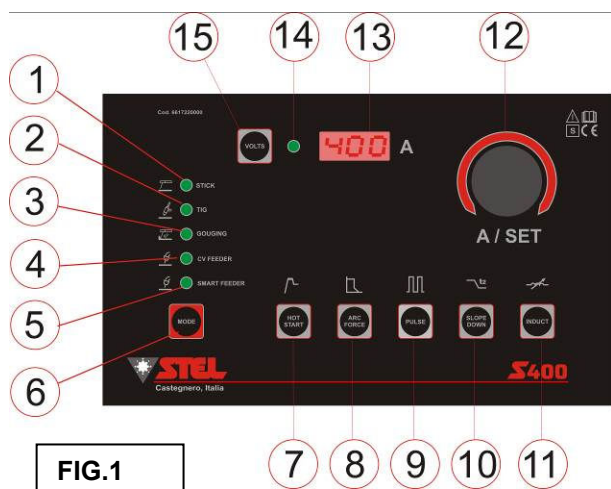

FIG.1
- 5) Premere il pulsante **MODE** (rif.6) fino a selezionare la modalità **ELETTRODO**, indicata dall'accensione del rispettivo LED (Fig1,rif.1);
- 6) Impostare la corrente di saldatura con l'encoder di regolazione A/SET (Fig1,rif.12);
Premendo il pulsante **Hot start** (Fig1,rif.7) appare nel display la scritta **Hs** e ruotando l'encoder **A/SET** (Fig1,rif.12) è possibile regolare il valore di Hot start.
Premendo il pulsante **Pulsazione** (Fig1,rif.9) appare nel display la scritta **Pul** e ruotando l'encoder **A/SET** (Fig1,rif.12) in senso orario o anti orario si attiva la pulsazione **ON** o si disattiva **OFF**. La funzione attiva è segnalata con il lampeggio di due puntini nel display.
- 2) Tener premuto il pulsante **MODE** (Fig1,rif.6) sul pannello frontale della macchina per circa 4 secondi, rilasciare poi il pulsante; il led della modalità di saldatura lampeggia, (FUNZIONE V.R.D. INSERITA V out 18V). La modalità VRD rimane inserita anche dopo lo spegnimento e la riaccensione della macchina
- 5) Premere il pulsante **MODE** (Fig1,rif.6) fino a selezionare la modalità TIG, indicata dall'accensione del rispettivo **LED** (Fig1,rif.2);
- 7) Impostare la corrente di saldatura con l'encoder di regolazione **A** (Fig1,rif.12);
Premendo il pulsante **Slope Down** (Fig1,rif.10) appare nel display la scritta Sld e ruotando l'encoder **A/SET** (Fig1,rif.12) è possibile regolare il valore di slope down.
Premendo il pulsante **Pulsazione** (Fig1,rif.9) appare nel display la scritta **Pul** e ruotando l'encoder **A/SET** (Fig1,rif.12) in senso orario o anti orario si attiva la pulsazione ON o si disattiva OFF. La funzione attiva è segnalata con il lampeggio di due puntini nel display.
5. Premere il pulsante **MODE** (Fig1,rif.6) fino a selezionare la modalità GOUGING, indicata dall'accensione del rispettivo **LED** (Fig1,rif.3);